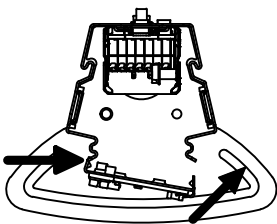

FIGURE 3: CONSEIL CARRIER
- 6) Fixer carte LED support en alignant les vis en pension LED support avec des encoches dans le logement. Puis carte de pivot transporteur jusqu'au côté opposé enclenche comme le montre la Figure 3.